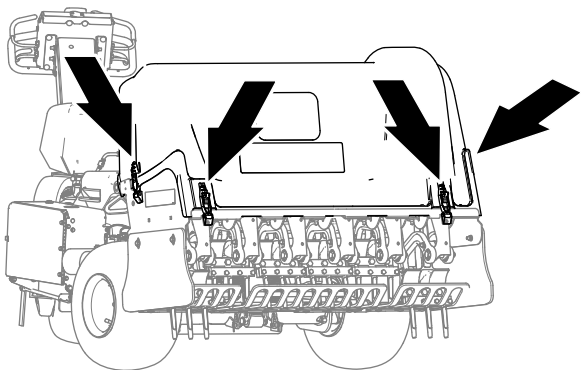
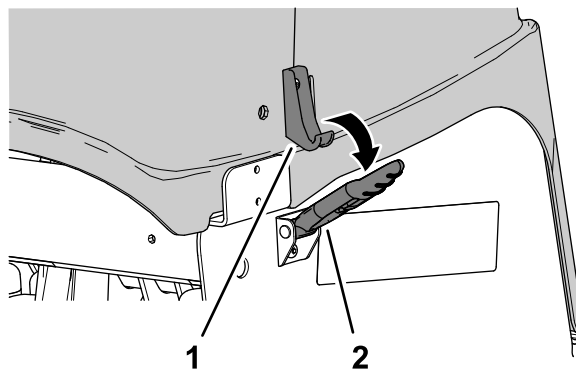

図 148
図 150
4. ラッチ全部で 4 つが操作できるようになったらラッチを解除する 図 148 と 図 150。